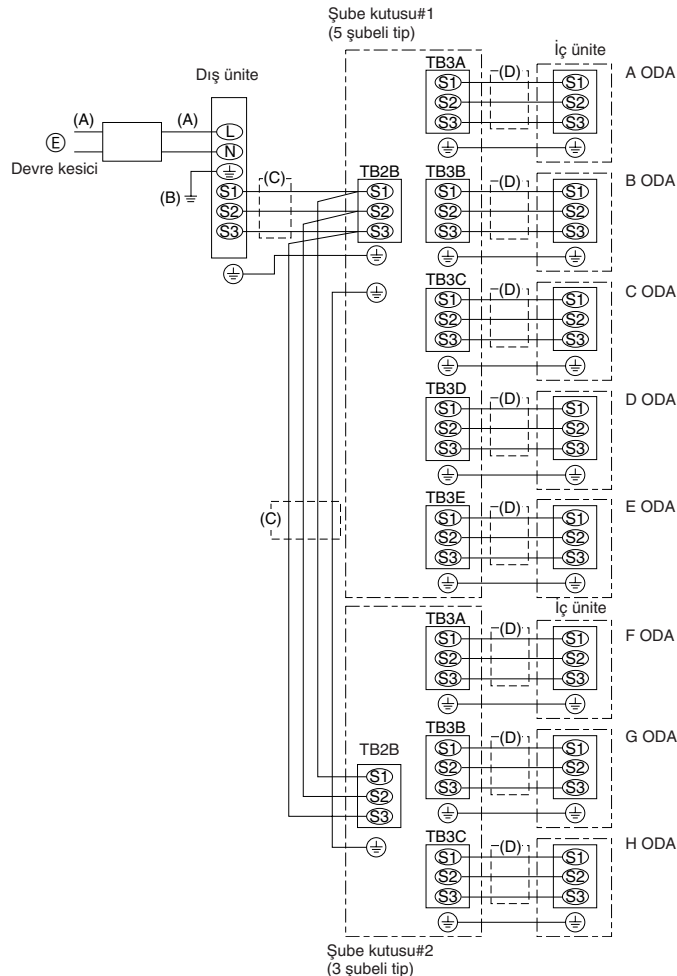

Fig. 7-2
7.3. Harici kablo bağlantısı prosedürü (Fig. 7-2)